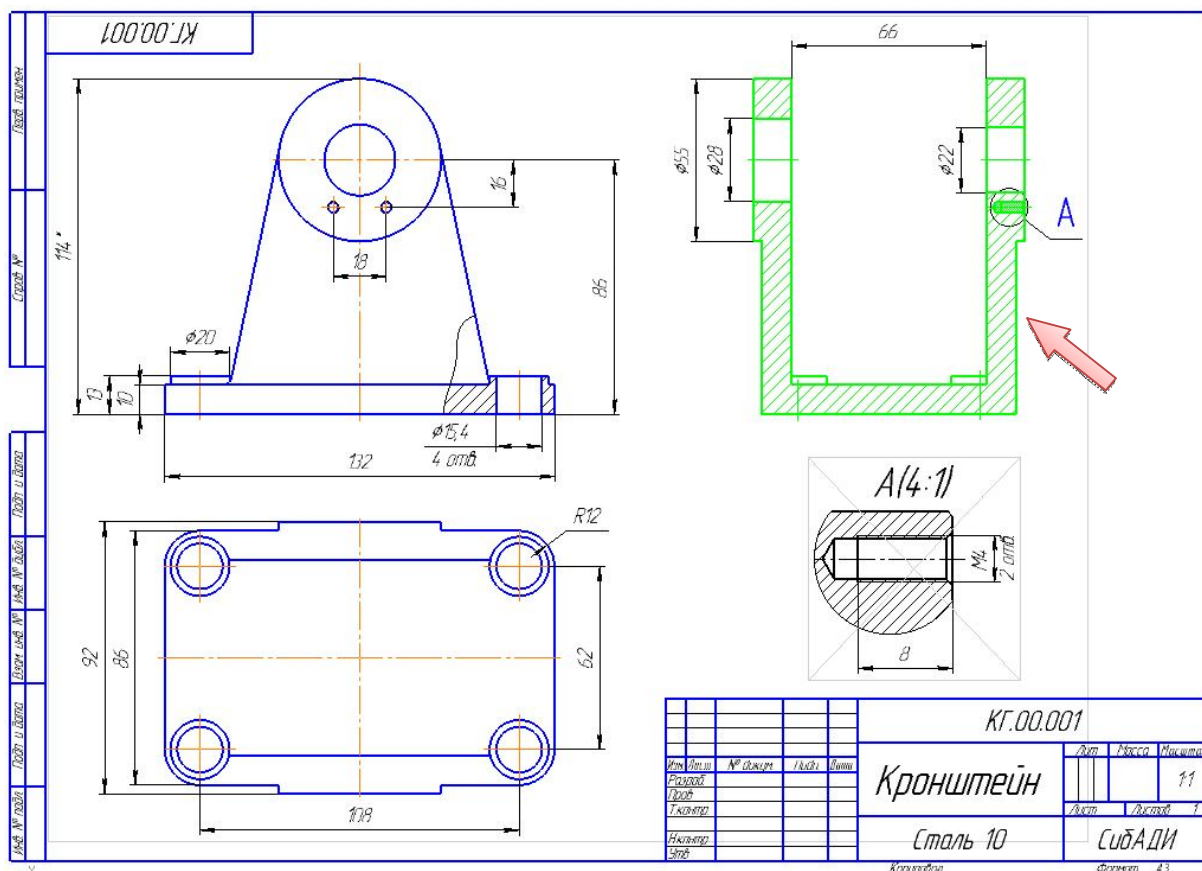

Рис. 4.2. Рабочий чертеж детали «Кронштейн»
- Откройте чертеж детали «Кронштейн», который находится в папке «... \Рабочие чертежи\Кронштейн _ КГ.00.001» (рис. 4.2).